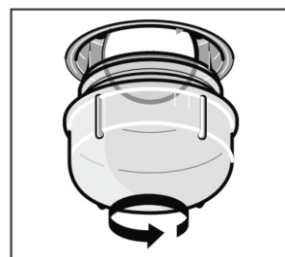

Рисунок 3
2. Поверните стеклянную крышку против часовой стрелки (рис. 3).